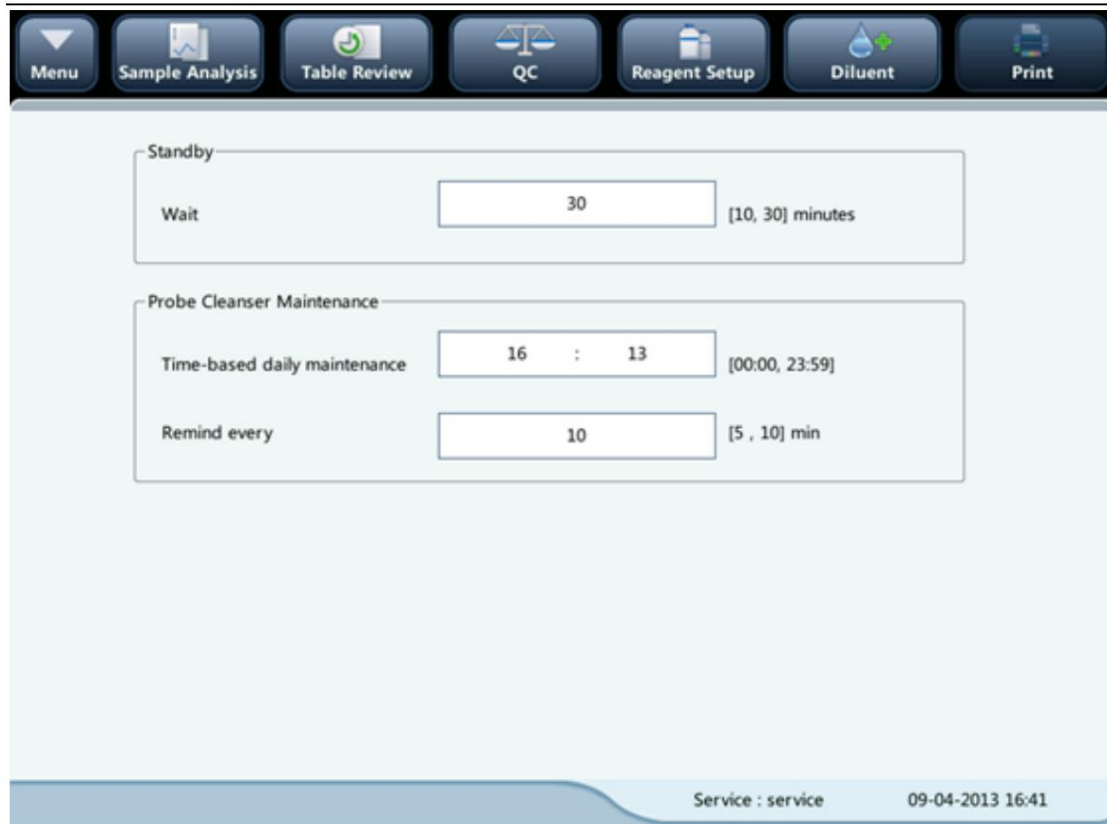

Figure 12-14 Configuration de maintenance
- Pour régler la durée d'entretien du nettoyeur de sonde, saisissez-la dans le champ de saisie de la durée d'entretien quotidienne. Voir figure 12-14.